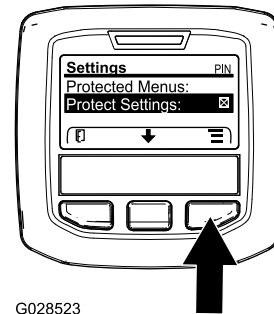

Рисунок 15
1. В MAIN MENU (ГЛАВНОМ МЕНЮ) с помощью средней кнопки прокрутите меню вниз к пункту SETTINGS MENU (НАСТРОЙКИ), и нажмите правую кнопку (Рисунок 15).